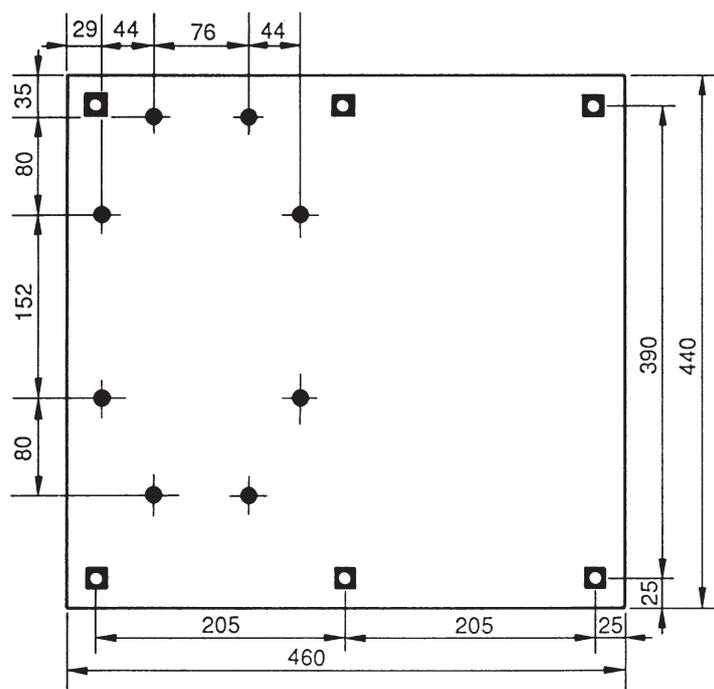
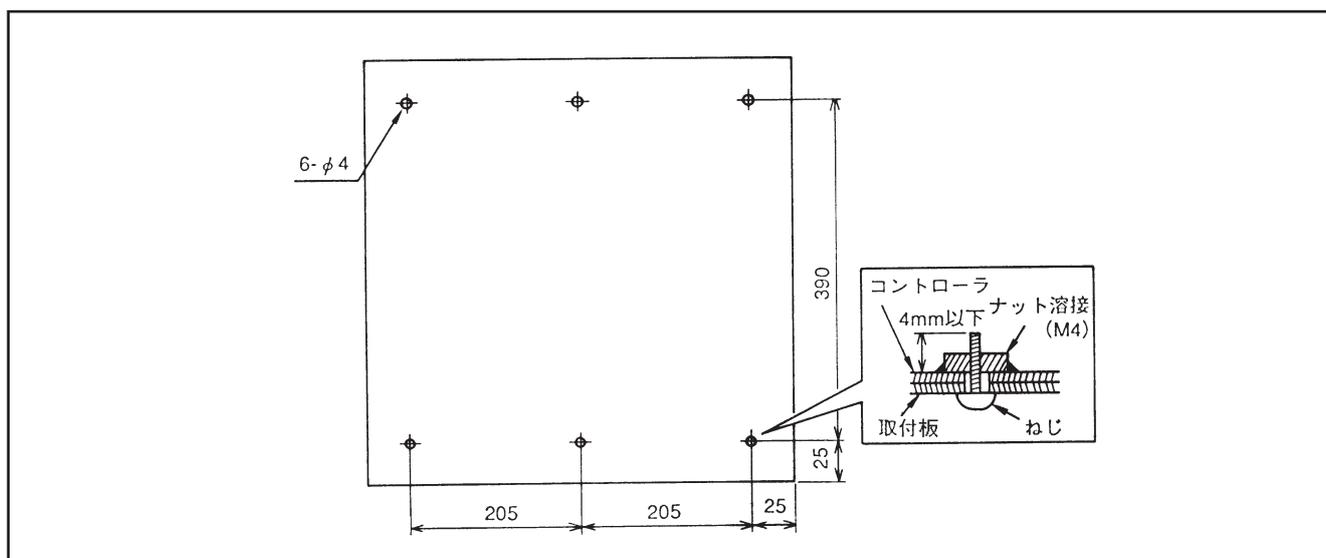

図5-55 コントローラ底面図
図5-56 ねじ締め付け位置 (コントローラ底面図)
(1) 図5-55にコントローラを底から見た図を示します。
① “■” マーク部のねじ (M4) のネジ穴はコントローラを取付板に固定するために使用します。
② “●” マーク部はコントローラの内部部品固定用のねじが突出しているため、取付板にφ10の逃がし穴をあけてください。
③ 図5-55と図5-56を参考にして取付板を製作してください。
(2) コントローラの取付板への取付けは図5-56に示す6箇所